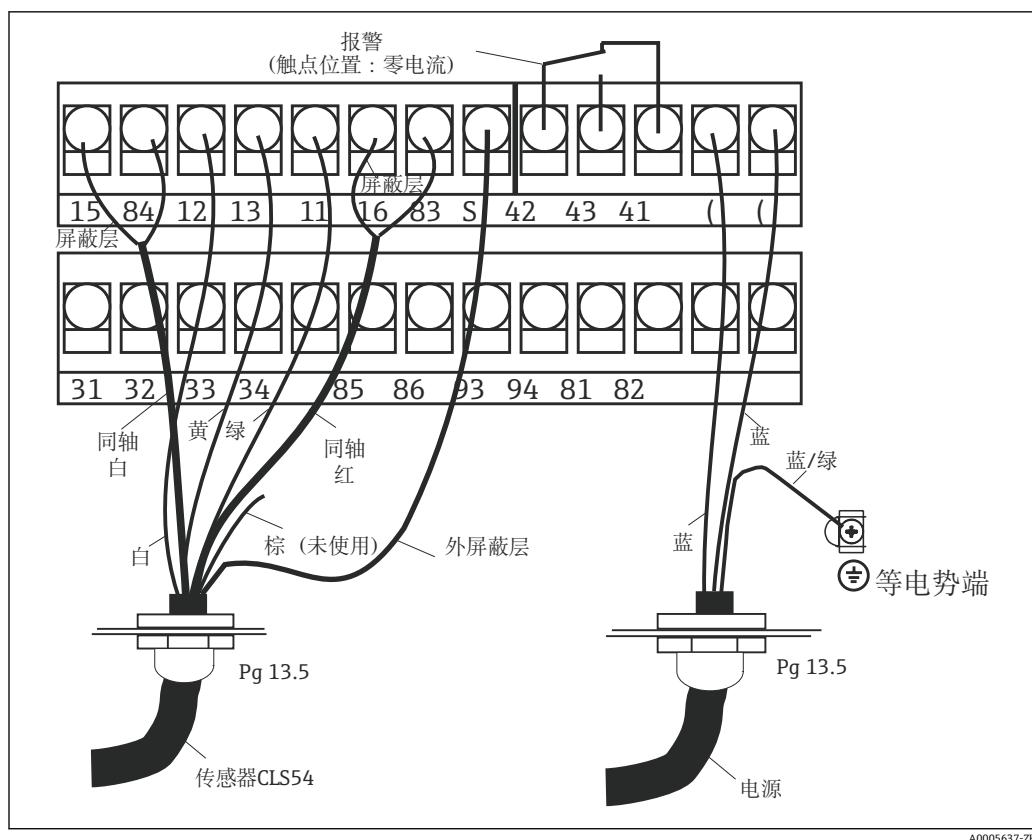

图 19 Smartec 系统的电气连接
4. 接通电源，参见接线端子分配 (→ 図 19)。
5. 连接吉装信号触点，参见接线端子分配 (→ 図 19)。
7. 针对分体式系统：连接传感器，参见接线端子分配 (→ 図 19)。采用分体式系统时，使用多芯屏蔽传感器电缆连接 CLS54 电导率传感器。参见电缆接线指南。必须使用接线盒 VBM 延长测量电缆 (参见“附件”章节)。使用接线盒 VBM 延长测量电缆时，最大总电缆长度为 55 m (180 ft.)。